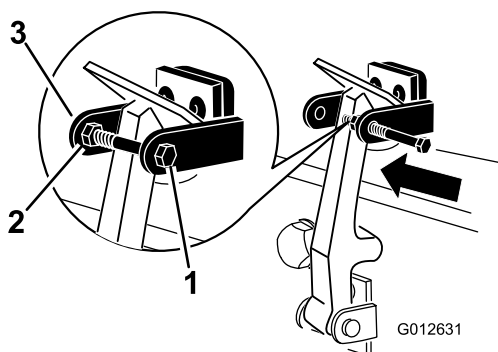

Figure 6
8. Vissez le boulon dans l'autre bras du support de loquet pour bloquer le loquet en position (Figure 6).